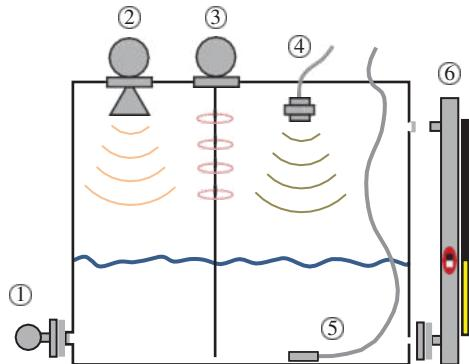

Рисунок 5.2
Широкий выбор измерители уровня включают давление (1), радар (2), управляемый радар (3), ультразвуковой (4), давление (5) и магнитный поплавок (6) (рис. 5.2).